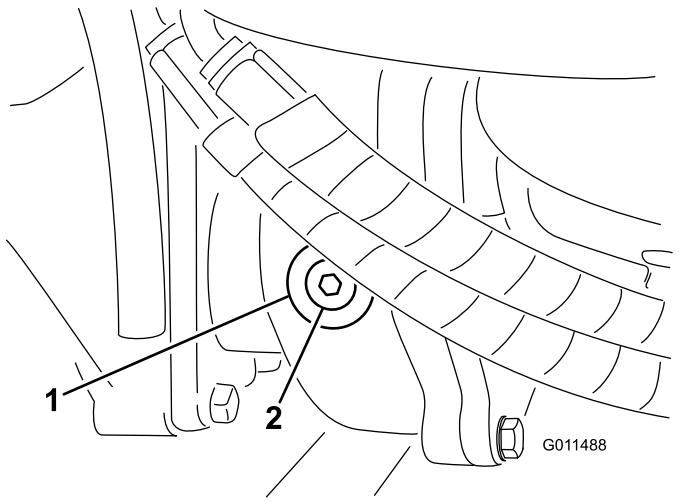

Bild 107
2. Entfernen Sie die Prüf-/Füllschraube an der linken Getriebeseite und stellen sicher, dass das Öl die Unterseite des Lochs erreicht (**Bild 107**).